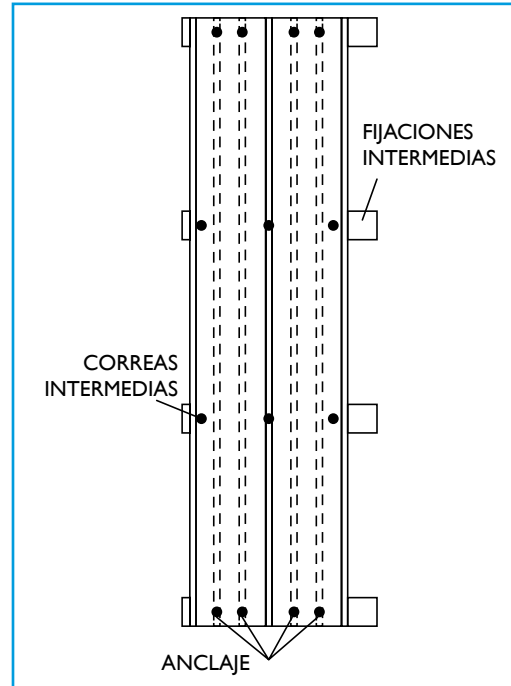

Fig. 13
4.4.7 Se deberá instalar una fijación a estructura, en cada correa en las uniones longitudinales entre paneles. Adicionalmente se deberá colocar una fijación en todas las crestas, de la primera y última correa de cada panel. (fig 13)